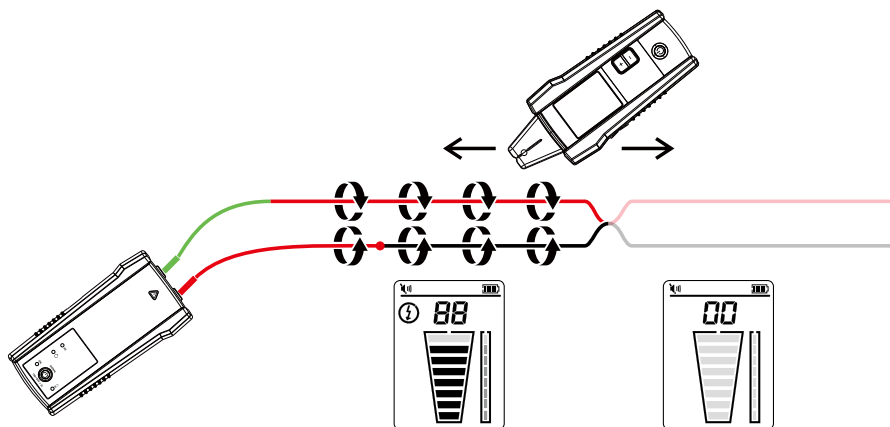

Figura 4.3: Rilevamento di un cavo per la ricerca di cortocircuiti
1. Collegare il trasmettitore con puntali al circuito come mostrato nella figura 4.3.